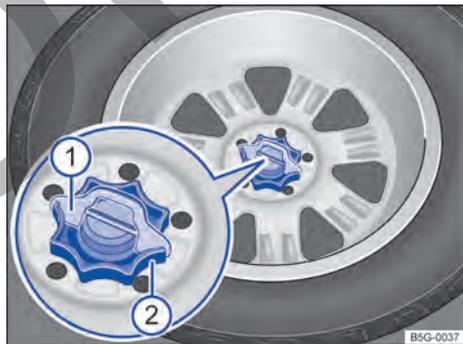

Fig. 168 En el maletero: ruedecilla para fijar la rueda de repuesto.
- Extraiga hacia arriba la cuña del seguro antigiro → fig. 168 ①.
- Desenrosque completamente, en el sentido contrario al de las agujas del reloj, la ruedecilla central que sujeta la rueda de repuesto → fig. 168 ②.
- Encaje la cuña del seguro antigiro → fig. 168 ① en la ranura del tornillo prisionero de modo que la ruedecilla ya no se pueda girar más.